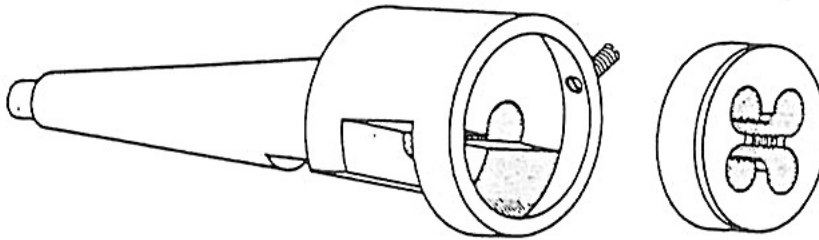

Fig. 45
4.0 Filettatura con portafiliera - art. 019 (fig.45)